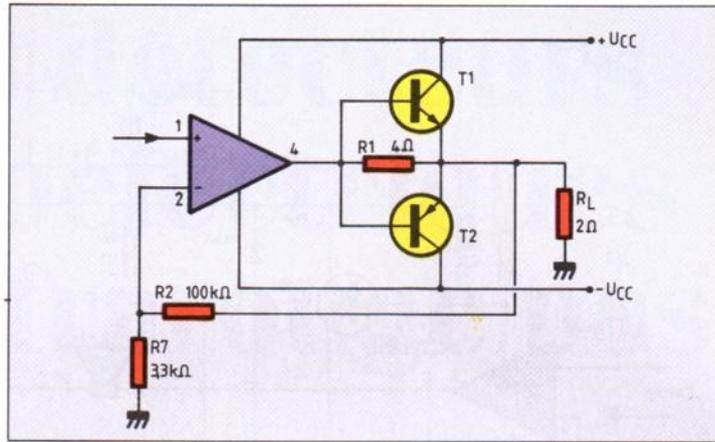

Fig. 13. — Au moment où l'un des transistors commence à conduire, un tiers de la tension fournie par la broche 4 se trouve déjà sur  $R_L$ .
**Le saut du seuil.** Omettant les circuits de protection et de compensation, la figure 13 précise le mode de commande des transistors. Ceux-ci ne conduisent pas tant que la chute sur  $R_1$  n'atteint pas leur seuil émetteur-base. Cependant, formant diviseur avec  $R_L$ ,  $R_L$  reçoit déjà, dans ces conditions, un tiers de la tension de la broche 4.